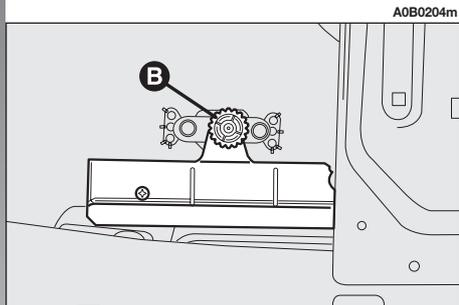

fig. 50
– Svitare il pomello (B-fig. 50), ed estrarre il gruppo completo.
– Rimontare il trasparente ed installare il gruppo bloccandolo con il pomello (**B**-fig. 50).